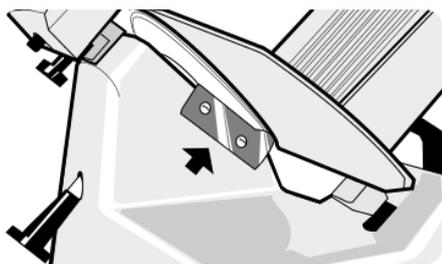

FIG 8. SLICE DEFLECTOR
**B. SLICE DEFLECTOR (See Fig. 8).**